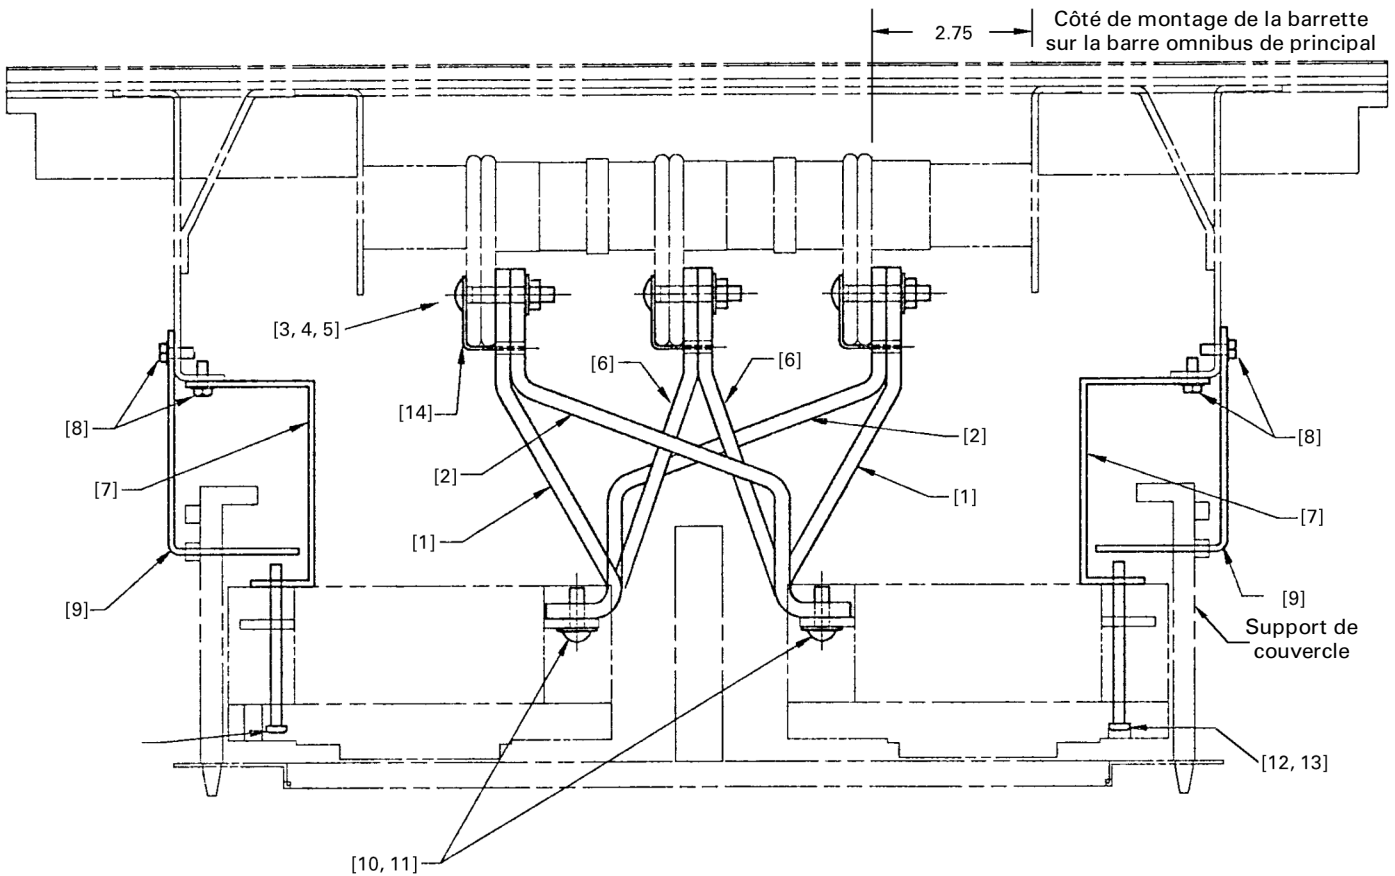

Figure 2. Montage de disjoncteurs TQD et THQD dans des intérieurs à boulonnage Spectra APNB, vue du bout.
2. Repérer le côté de l'intérieur ayant une distance de référence de 2.75 pouces. Les barrettes de disjoncteur sont montées sur le côté de la barre omnibus de l'intérieur du panneau pour lequel la face de la distance de la barre omnibus verticale la plus près à la face intérieure du rail de support de barre omnibus est de 2.75 pouces, tel qu'indiqué à la Figure 2.